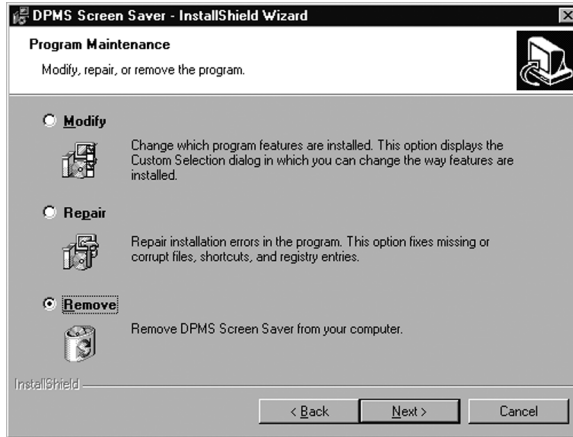

Figura 56
4. Haga clic en **“Remove”** en la pantalla Remove Program del asistente (figura 56 a continuación).